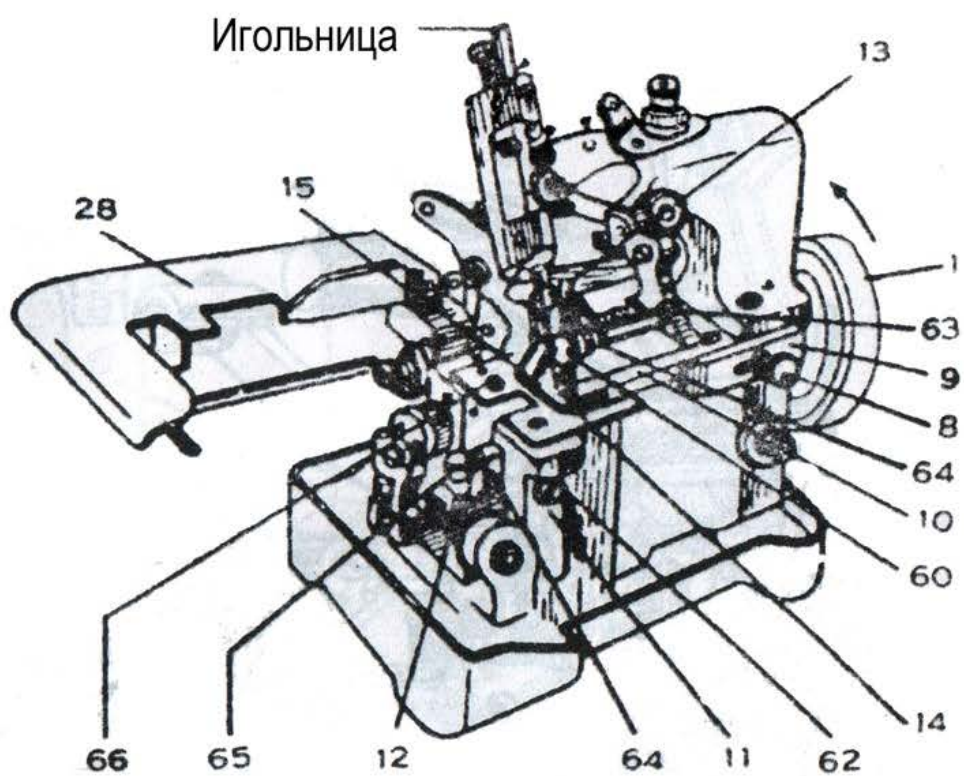
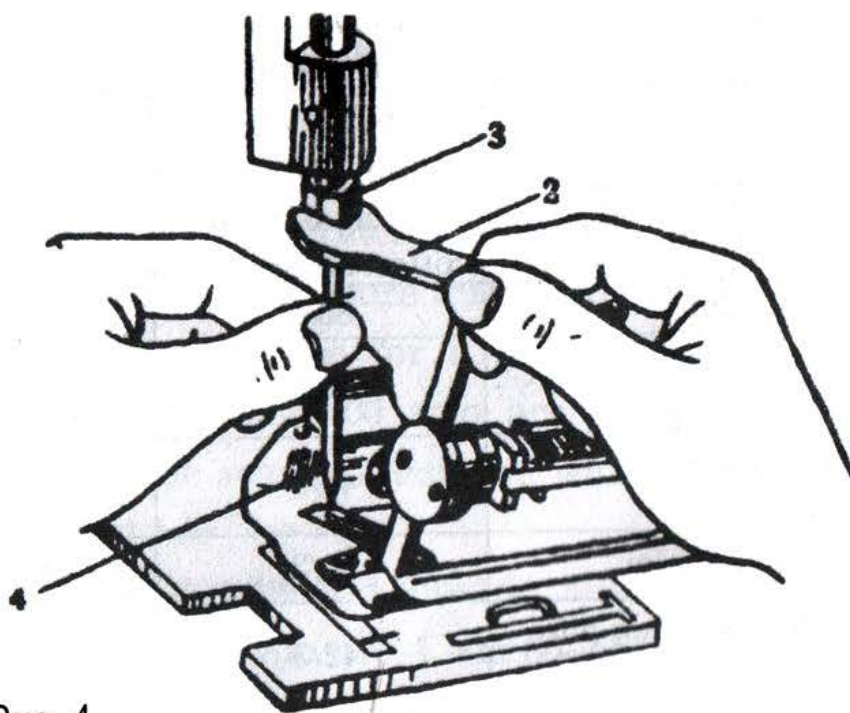

Рис. 1
Рис. 4
Чтобы обеспечить длительный срок эксплуатации машины, следует первое время, в течение месяца, работать на ней на скорости, не превышающей 2500 об/мин. После этого скорость можно увеличить до 3000 об/мин, в зависимости от прошиваемого материала. Балансир машины следует вращать вовне (см. Рис. 1).
После того, как Вы определили необходимый номер иглы и нити для прошиваемого Вами материала, проверьте, установлена ли в машине игла нужного размера. Сначала поверните балансир (1) по часовой стрелке, как показано на Рис. 1, до тех пор, пока игольница не окажется в самом высоком положении. Ослабьте винт зажима иглы (3) (Рис. 4), поставляемый вместе с машиной, и замените иглу (4) на ту, которая подходит для данного прошива. Убедитесь в том, что:
Для регулировки ширины стежка необходимо одновременно отрегулировать положения как ножа, так и петельного штифта. Сначала ослабьте винт (8) на защитной скобе ножа (как показано на Рис. 1), и переместите защитную скобу ножа (9) вправо, вместе с гардой ножа (10). Затем ослабьте винт (11) штатива нижнего ножа (11) отвёрткой и поверните регулировочный винт (12) вручную так, чтобы передвинуть штатив нижнего ножа в левую или правую сторону для достижения необходимого положения.
## 2. Замена лезвия (Рис. 1)
Правой рукой затяните винт ножа (63). Наконец, передвиньте скобу гарды ножа (9) влево, так, чтобы левый конец гарды ножа (10) (Рис. 1) слегка касался верхнего лезвия (13), после этого затяните винт (8) скобы гарды ножа.